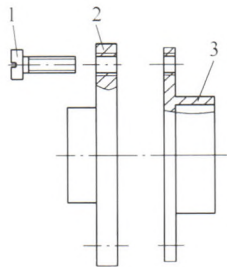

图 5
(1) 先粗车外圆、孔，单边留 1 mm 余量，长度也是如此。
(2) 粗车完成后，转热处理时效工序，之后装夹于软三爪，半精车外圆、孔，单边留 0.5 mm 余量，6 个 $\phi 3.5$ mm 预制到 6 个 M3 - 6H，缺口部分加工到尺寸，钳工研磨大端面，保证端面平面度 0.01 mm 之内。
(3) 精加工选择在数控车床上加工，设备型号为 CK7815D。设计了一套专用工装 (花盘见图 5)，通过专用工装 (花盘)，一次装夹加工出孔、外圆、端面，这样就保证了同轴度和垂直度。经检验零件全部合格。